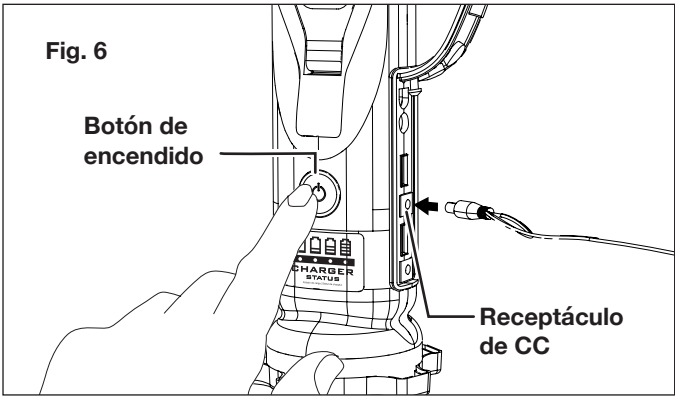

Fig. 6
- 3. El arrancador auxiliar puede también energizar un dispositivo de 12 V CC tal como un ventilador CC. Conecte el dispositivo al receptáculo CC del arrancador auxiliar con un cable CC adecuado, y presione el botón de encendido para empezar a energizar (Fig. 6).